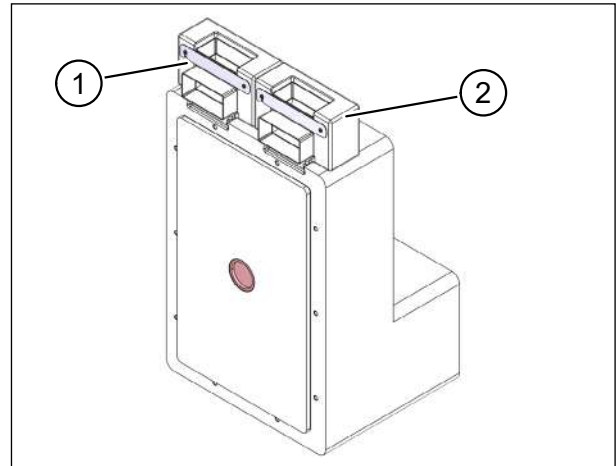
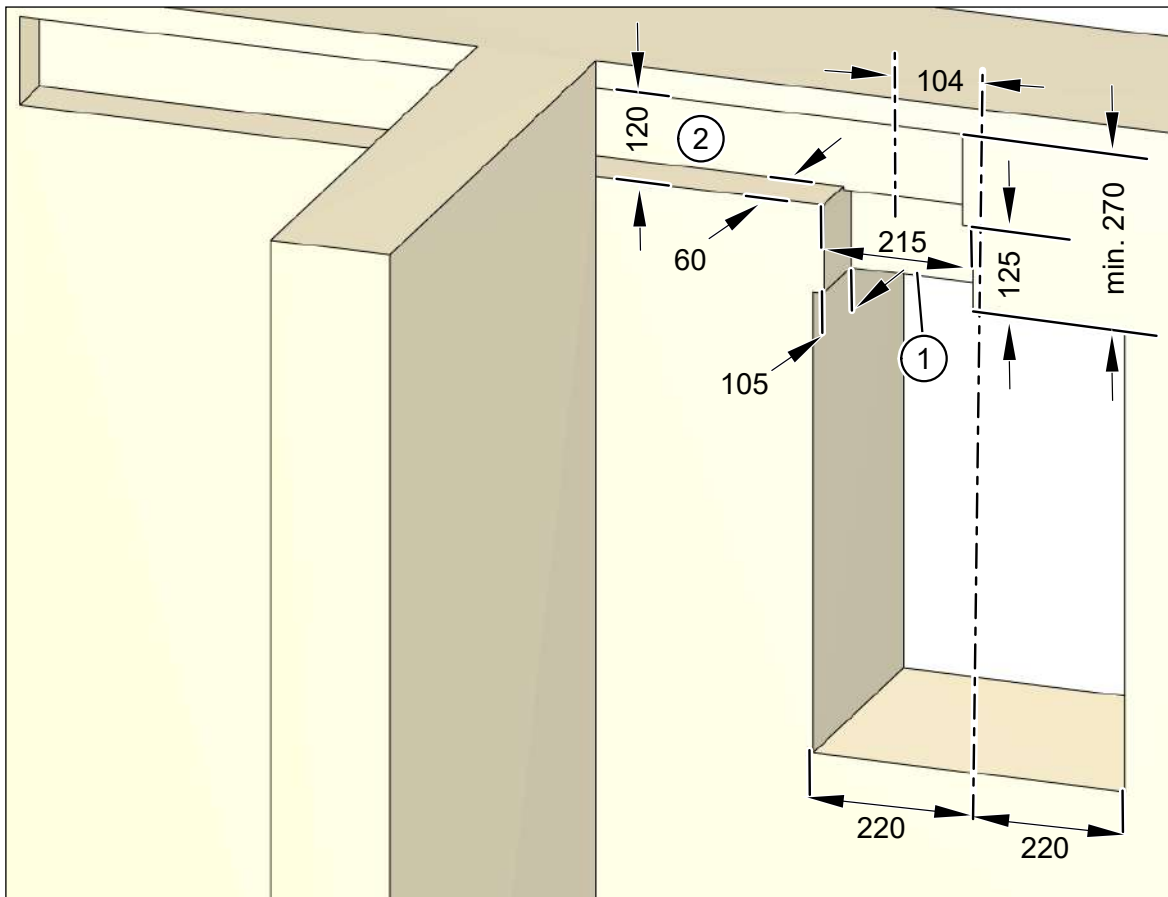
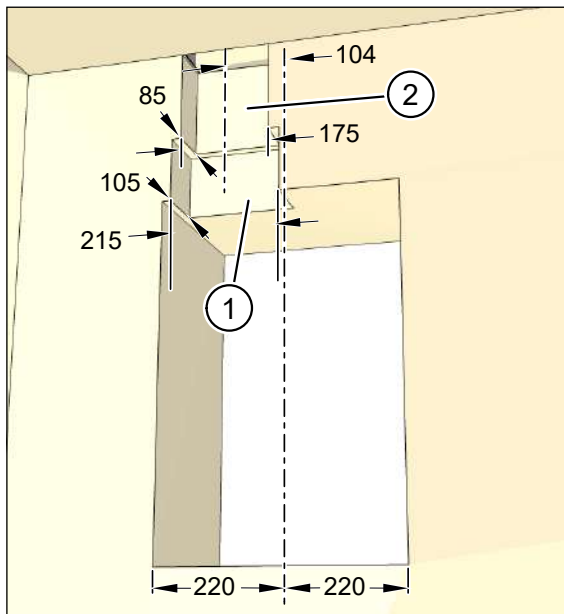
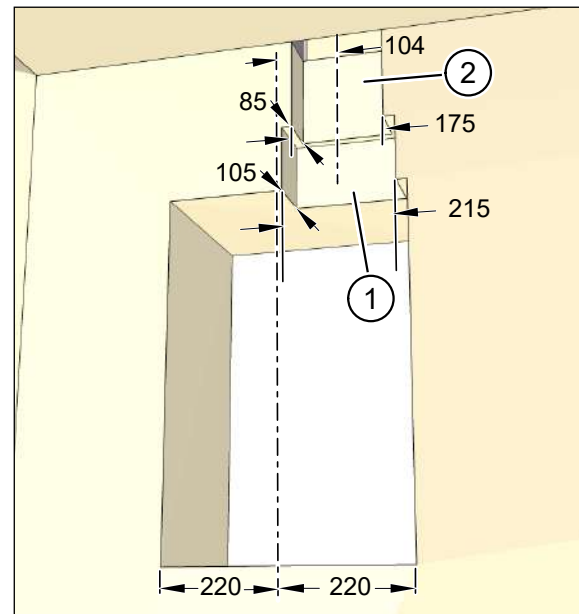

Abb. 11: Montageset mit abluft- und zuluftseitigem Kanalanschlussadapter
Abb. 13: Nut für abluftseitigen Kanalanschluss mit Flachkanal erstellen, Maße in Millimeter (schematische Darstellung)
Abb. 14: Nuten für abluftseitigen Flexrohranschluss erstellen, Maße in Millimeter (schematische Darstellung)
Abb. 15: Nuten für zuluftseitigen Flexrohranschluss erstellen, Maße in Millimeter (schematische Darstellung)
In Kombination mit dem optionalen Kanalanschlussadapter M-WRG-II AD-UP können Sie bei diesem Montageset abluftseitig (Pos. 1 in Abb. 11), zuluftseitig (Pos. 2 in Abb. 11) oder beidseitig ein Flachkanalsystem mit 110 x 54 mm oder ein Flexrohrsystem mit 75 mm anschließen. Das in diesem Kapitel ausgeführte Montagebeispiel zeigt eine Konfiguration mit einem abluftseitigen Flachkanalanschluss. In Abschnitt 9.2.1 und Abschnitt 9.2.2 werden verschiedene Beispielkonfigurationen gezeigt.
- ▶ Erstellen Sie eine Nut (Pos. 1 in Abb. 13) für den Kanalanschlussadapter (Pos. 1 in Abb. 11 auf Seite 21) mit der Breite 215 mm und der Tiefe 105 mm (siehe Abb. 13).
- ▶ Erstellen Sie eine Nut für den Abluftkanal (Pos. 2 in Abb. 13) mit der Breite 120 mm und der Tiefe 60 mm (siehe Abb. 13).
- Beispiel: **abluftseitiger** Flexrohranschluss (Pos. 1 in Abb. 14)
- Beispiel: **zuluftseitiger** Flexrohranschluss (Pos. 1 in Abb. 15)
- ▶ Erstellen Sie eine Nut (Pos. 1 in Abb. 14 bzw. Abb. 15) für den Kanalanschlussadapter (Pos. 1 in Abb. 11 auf Seite 21) mit der Breite 215 mm und der Tiefe 105 mm (siehe Abb. 14 bzw. Abb. 15).
- ▶ Erstellen Sie eine Nut (Pos. 2 in Abb. 14 bzw. Abb. 15) für das Flexrohr mit der Breite 175 mm und der Tiefe 85 mm bis zum Deckenauslass des Flexrohrs.